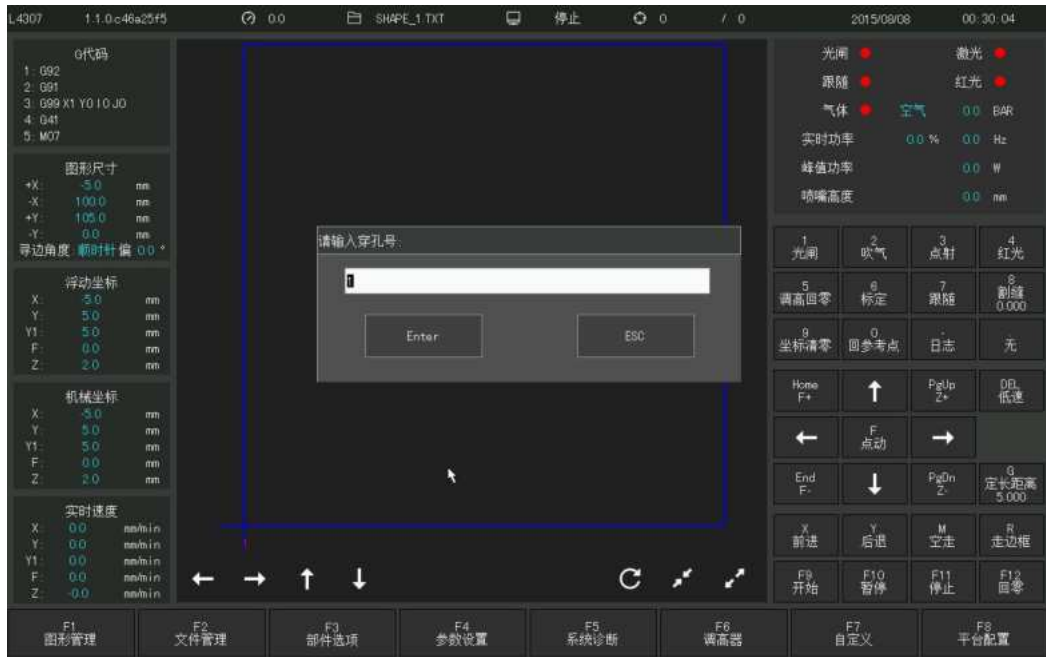

图 4.16 直接空行至选择的穿孔点
- 此时系统会直接空行到选择的穿孔点处，如图4.16，然后暂停，等待进一步的操作。